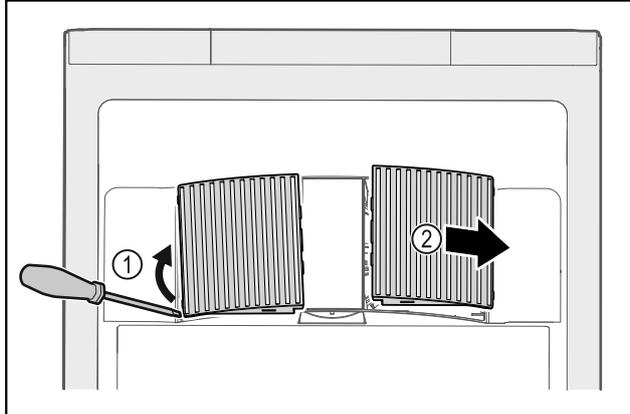

Fig. 59
- Abrir cuidadosamente las cubiertas del ventilador haciendo palanca por un lado Fig. 59 (1) y retirarlas hacia delante Fig. 59 (2).